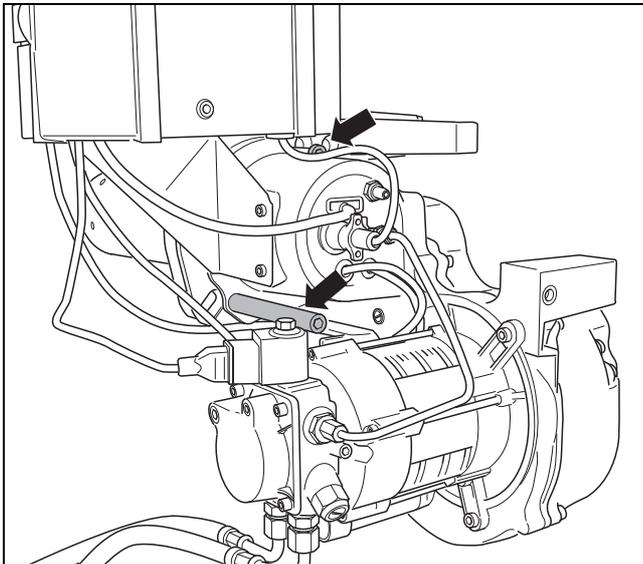

Bild 29 Schrauben der Bajonettbefestigung lösen
- ▶ Die beiden Schrauben der Bajonettbefestigung lösen (→ Bild 29, Pfeile).